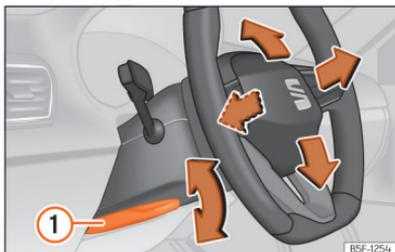

Abb. 91 Hebel auf der linken unteren Seite der Lenksäule.
- Hebel >>> **[Abb. 91] 1** nach unten schwenken, Lenkrad in die gewünschte Position bringen und Hebel wieder bis zum Schließpunkt nach oben drücken.
- Den Hebel >>> **[Abb. 91] 1** nach dem Einstellen immer fest nach oben schwenken, damit das Lenkrad während der Fahrt nicht unbeabsichtigt seine Position verändert.